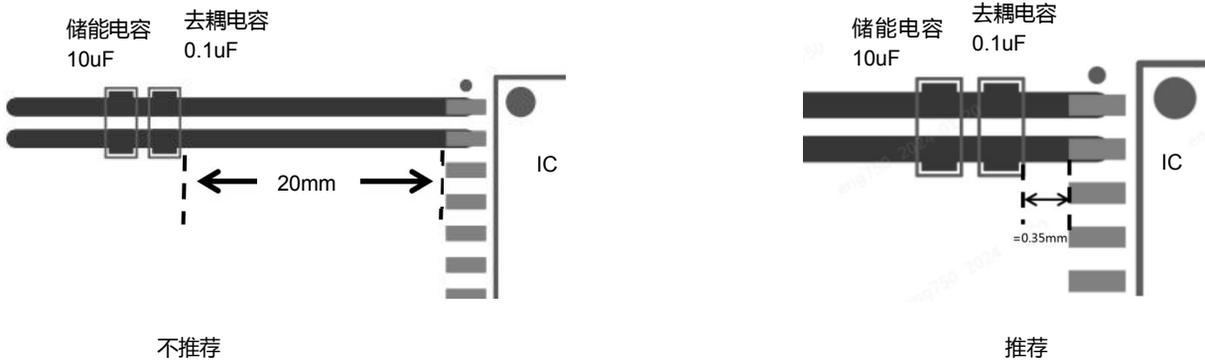

图 23-1
1、VCC 与 GND1、VISO 与 GND2 的去耦电容及储能电容应尽可能摆放在靠近芯片引脚的位置,已减少环路面积和 PCB 走线的寄生电感。一般应控制在 0.35mm 以内。去耦电容放在靠近芯片的位置,储能电容放在外侧。如下图 23-1 所示。